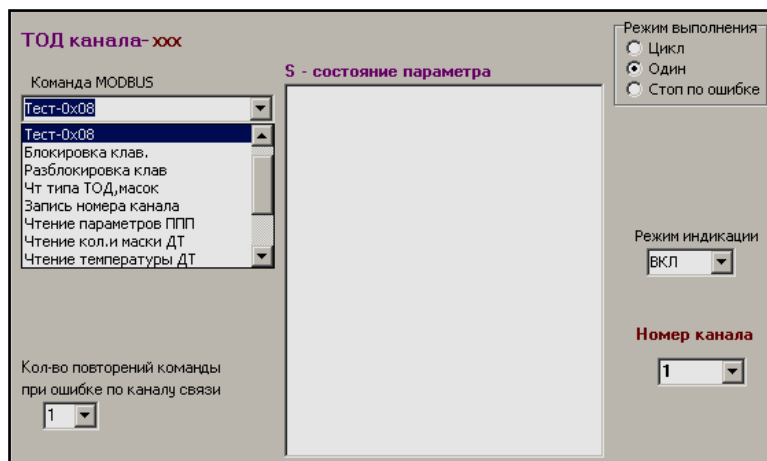
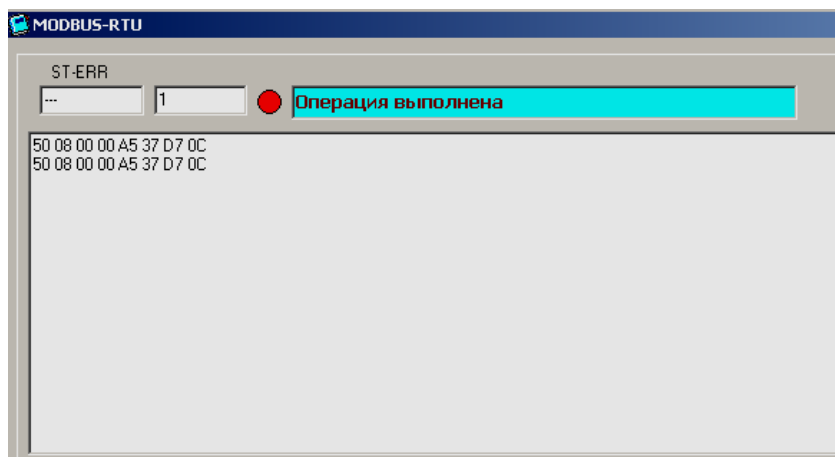

Рисунок 7.4
Рисунок 7.5
7.1.3 Команда «Тест-0x08» (рисунок 7.4). Данная команда используется для проверки настроек порта связи. При успешном выполнении команды на панели сообщений появится надпись «Операция выполнена», а на панели кодов верхняя строка (код команды) и нижняя строка (код ответа) одинаковы (рисунок 7.5).